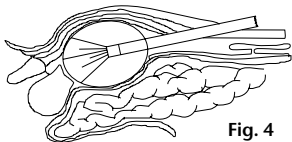

Fig. 4
4. Dopo aver posizionato lo strumento, collegare la pompa a pallone di insufflazione con il collegamento trasparente al rubinetto di insufflazione aperto del corpo della valvola. Successivamente, se non lo si è già fatto, rimuovere l'otturatore e sostituirlo con l'endoscopio (vedere punto 2). Quindi gonfiare cautamente il palloncino mediante la pompa a pallone di insufflazione attraverso il rubinetto di insufflazione rivolto verso l'alto. Per l'insufflazione del sistema palloncino da distensione PAJUNK® (bilaterale) azionare la pompa a pallone, a seconda delle condizioni anatomiche e sotto monitoraggio permanente attraverso l'endoscopio, per max. 15 volte (25 volte per l'Extra Large). L'insufflazione del palloncino determina una dissezione progressiva che è monitorata con l'endoscopio. (Fig. 4)